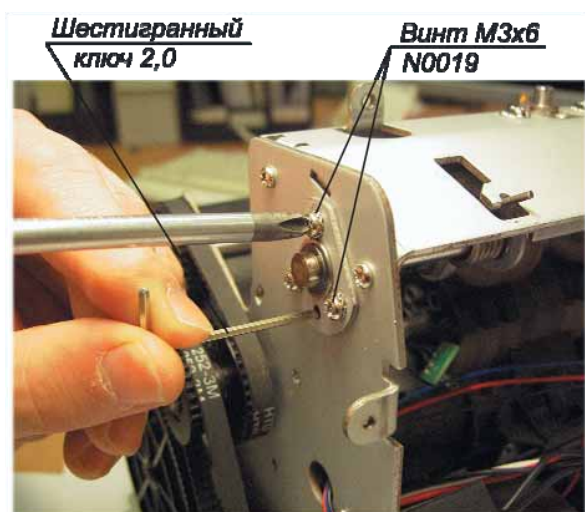

Рис. 14
7. Вставьте шестигранный ключ в свободное отверстие регулятора перекоса (рис. 14).
8. Ослабьте три винта М3х6 N0019 (рис. 14).
10. При неизменном положении шестигранного ключа 2,0мм зафиксировать винты М3х6 N0019 (рис. 14).